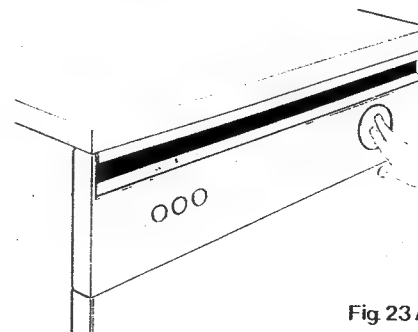

Fig. 23A
- a) Si le bouton sélecteur 6 (fig. 23) est poussé dans son propre logement il suffit de le pousser à nouveau pour établir le programme de lavage (fig. 23A-23B). Tourner le bouton dans le sens des aiguilles d'une montre jusqu'à ce que le programme désiré corresponde avec l'index.
- a) When control knob 6 (fig. 23) is in its housing, push it in order to draw it from its housing and set the wash programme (fig. 23A-23B). Turn it clockwise till the index points the number of the desired program. When pressed, the knob can be pushed back in its housing.
- a) Wenn der Drehknopf 6 (Abb. 23) in seinem Sitz untergebracht ist, drücken Sie ihn um ihn von seinem Sitz herauszuziehen und um das Programm zu wählen (Abb. 23A und 23B). Drehen Sie (im Uhrzeigersinn) bis die gewählte Programmnummer mit dem Drehknopfzeiger übereinstimmt; der Drehknopf kann seinen Sitz betreten, wenn er gedrückt wird.
- a) Se la manopola selezionatrice 6 (fig. 23) è alloggiata nella propria sede basta premere per farla uscire e poter impostare il programma di lavaggio (fig. 23A-23B). Ruotare (in senso orario) fino a che il numero del programma scelto coincide con l'indice, la manopola ha la possibilità di entrare nella propria sede se viene premuta.